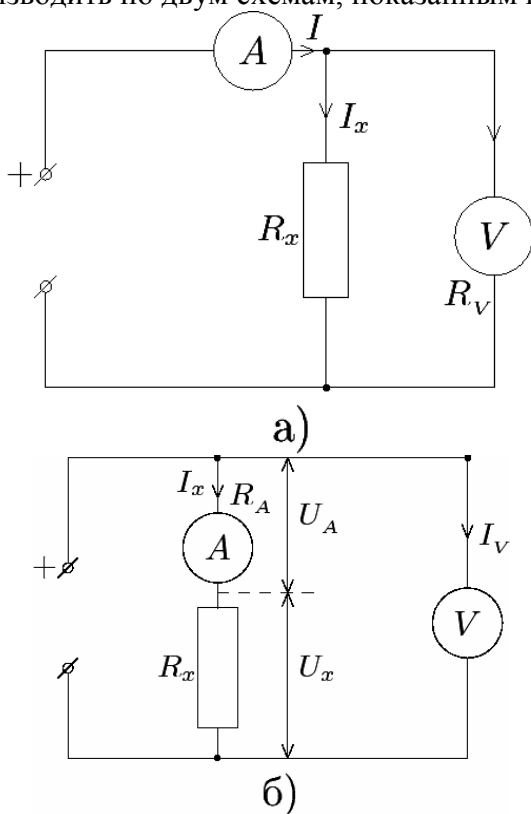

Рис.5.1
значение измеряемого сопротивления, т.к. в случае схемы **а)** рис.5.1 амперметр измеряет суммарный ток исследуемого элемента цепи и вольтметра:
а в случае схемы **б)** рис.5.1 вольтметр измеряет суммарное напряжение амперметра и исследуемого элемента цепи:
Рассмотрим выражения для относительных погрешностей обеих схем. Для схемы **а)** рис.5.1 погрешность равна:
Для схемы **б)** рис.5.1 относительная погрешность определяется выражением:
1. схема **а)** рис.5.1 при использовании приближённой формулы (5.1) даёт заниженную величину измеряемого сопротивления по сравнению с его действительным значением. При этом погрешность тем меньше, чем больше сопротивление вольтметра  $R_V$  по
сравнению с измеряемым сопротивлением. Поэтому пользоваться схемой а) рис.5.1 следует в тех случаях, когда
2. схема б) рис.5.1 при расчёте по формуле (5.1) даёт завышенную величину измеряемого сопротивления по сравнению с его действительным значением. При этом погрешность тем меньше, чем меньше сопротивление амперметра  $R_a$  по сравнению с измеряемым сопротивлением. Поэтому пользоваться схемой б) рис.5.1 следует в тех случаях когда
Именно поэтому в большинстве случаев практики схему а) рис.5.1 применяют для измерений малых сопротивлений, а схему б) рис.5.1- для измерения средних и больших сопротивлений.
Переключатель  $П1$  позволяет реализовать две возможные схемы измерения сопротивлений методом вольтметра-амперметра (см. схемы на рис.5.1).
- 1.Собрать схему исследования (рис.5.1) и получить разрешение на проведение измерений.
2. Принципиальная схема экспериментальной установки (рис.5.1)